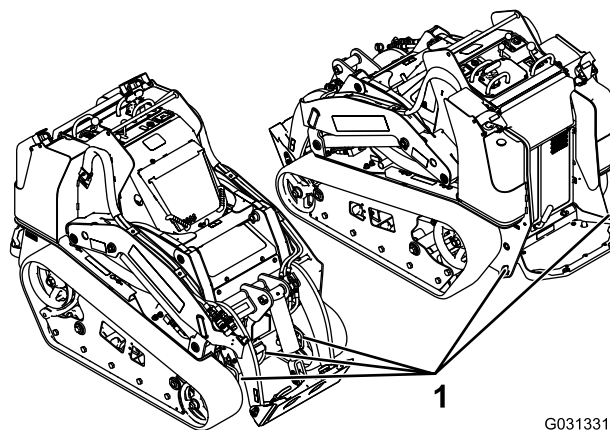

Figura 34
6. Utilizzate gli anelli di ancoraggio in metallo sulla macchina per fissare saldamente la macchina al rimorchio o all'autocarro con fascette, catene, cavi o funi (Figura 34).
La macchina può essere sollevata utilizzando gli anelli di ancoraggio/soffamento come punti di sollevamento indicati nella Figura 34.